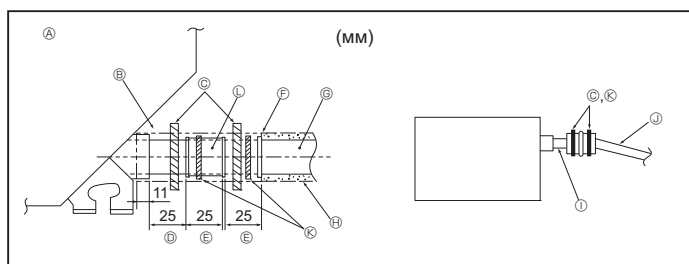

Fig. 3-5
- ① Наклон вниз (1/100 или больше)
- ① O. D. ø38 PVC TUBE для сгруппированных труб. (9 мм изоляция или больше)
- ① До 85 см
1. Подсоедините соединительную муфту для дренажа (входит в комплект поставки прибора) к дренажному порту. (Fig. 3-5) (Закрепите трубу с помощью клея ПВХ, а затем с помощью ленты.)